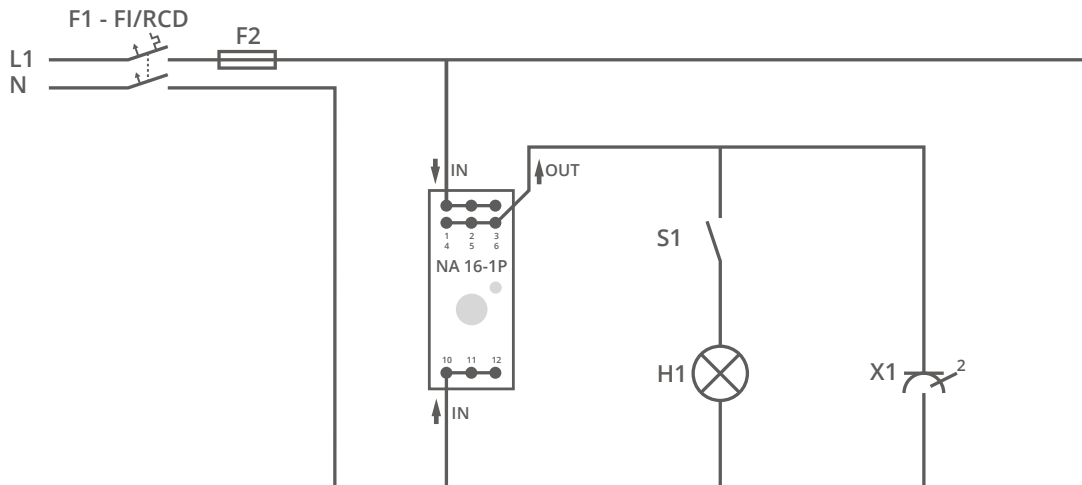

Abb. 1
- Schließen Sie den Netzabkoppler nach Anschlussschema Abb. 1 an.